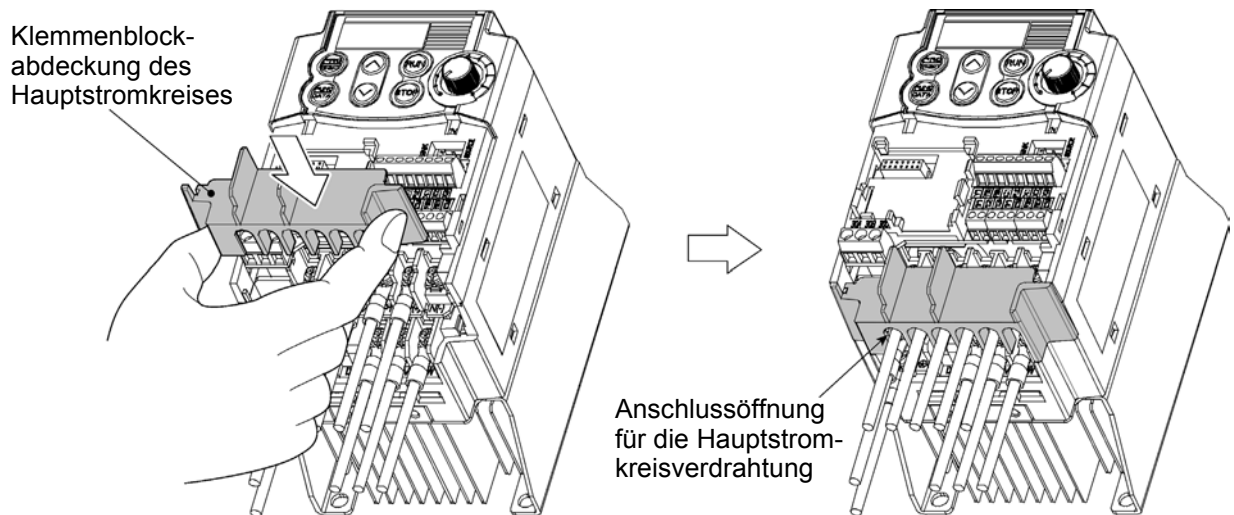

Bild 2-3-10 Klemmenblockabdeckung des Hauptstromkreises aufsetzen
- 1) Ziehen Sie die Kabel, wie in Abbildung 2-3-10 gezeigt, parallel aus den Leistungsklemmen heraus.